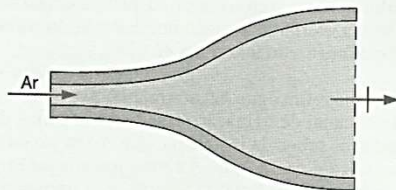

FIGURA P6.12
6.12 Um difusor, mostrado na Fig. P6.12, tem ar entrando a 100 kPa e 300 K com uma velocidade de 200 m/s. A área da seção transversal na entrada do difusor é de 100 mm². Na saída, a área é de 860 mm² e a velocidade é de 20 m/s. Determine a pressão e a temperatura do ar na saída.